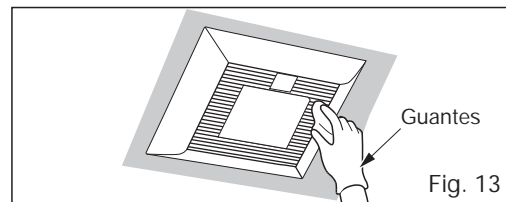

Fig. 13
1. Limpie la parrilla. (No coloque en agua caliente. Use detergente de cocina no abrasivo y seque con paño limpio.) (Fig. 13)